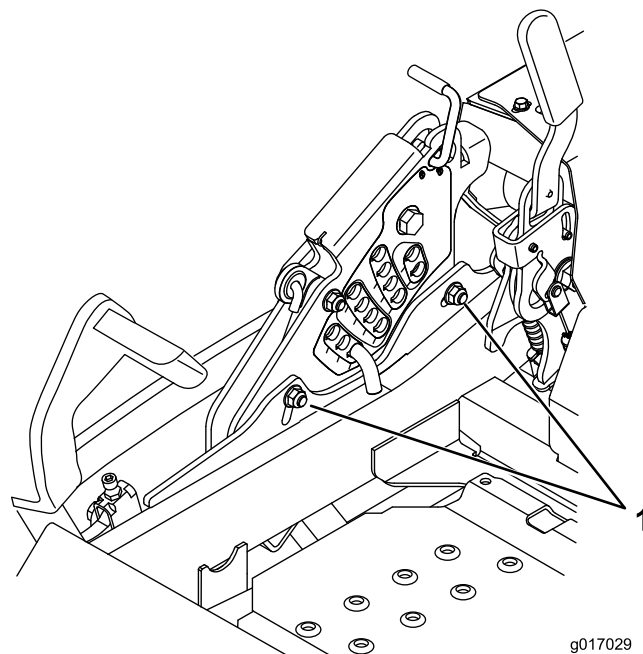

Figure 95
12. Pour régler le système monopoint, desserrez les 2 boulons au bas de la plaque de hauteur de coupe. Reportez-vous à Figure 95.
14. Serrez les 2 boulons au bas de la plaque de hauteur de coupe (Figure 95). Serrez les 2 boulons à un couple de 37 à 45 Nm (27 à 33 pi-lb).